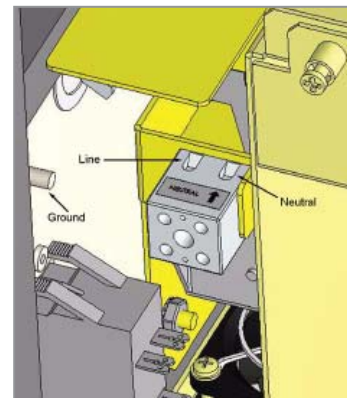

Figura 1 - Cableado de alimentación de energía de CA
Paso 4 Instalación del cableado de alimentación de energía y control (Figura 1).